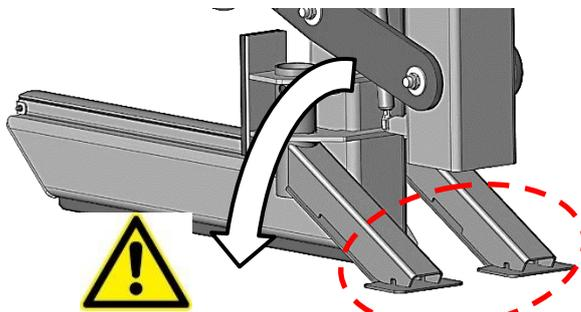

Abb. 3
**Wird dies nicht befolgt besteht Umkipppfaher des Gerätes (Abb. 3) → UNFALLGEFAHR!**